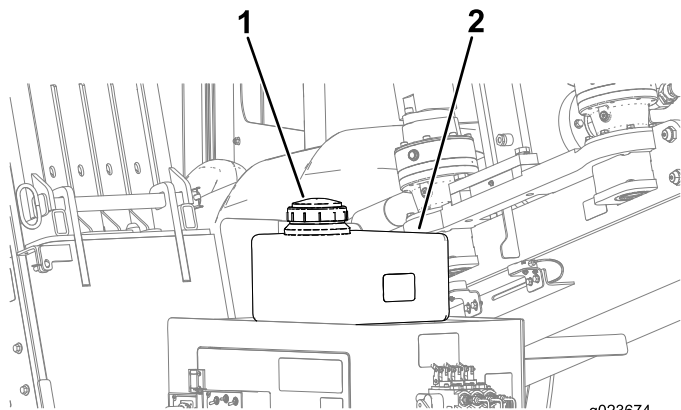

Figure 126
- C. Enlevez le bouchon du réservoir d'antigel pour la pompe à fluide de forage (Figure 126).
D. Vérifiez que le réservoir est rempli d'antigel (Figure 126).
D. Ajoutez la quantité nécessaire d'antigel dans le réservoir (Figure 126).
5. Remettez le bouchon sur le réservoir d'antigel (Figure 126).